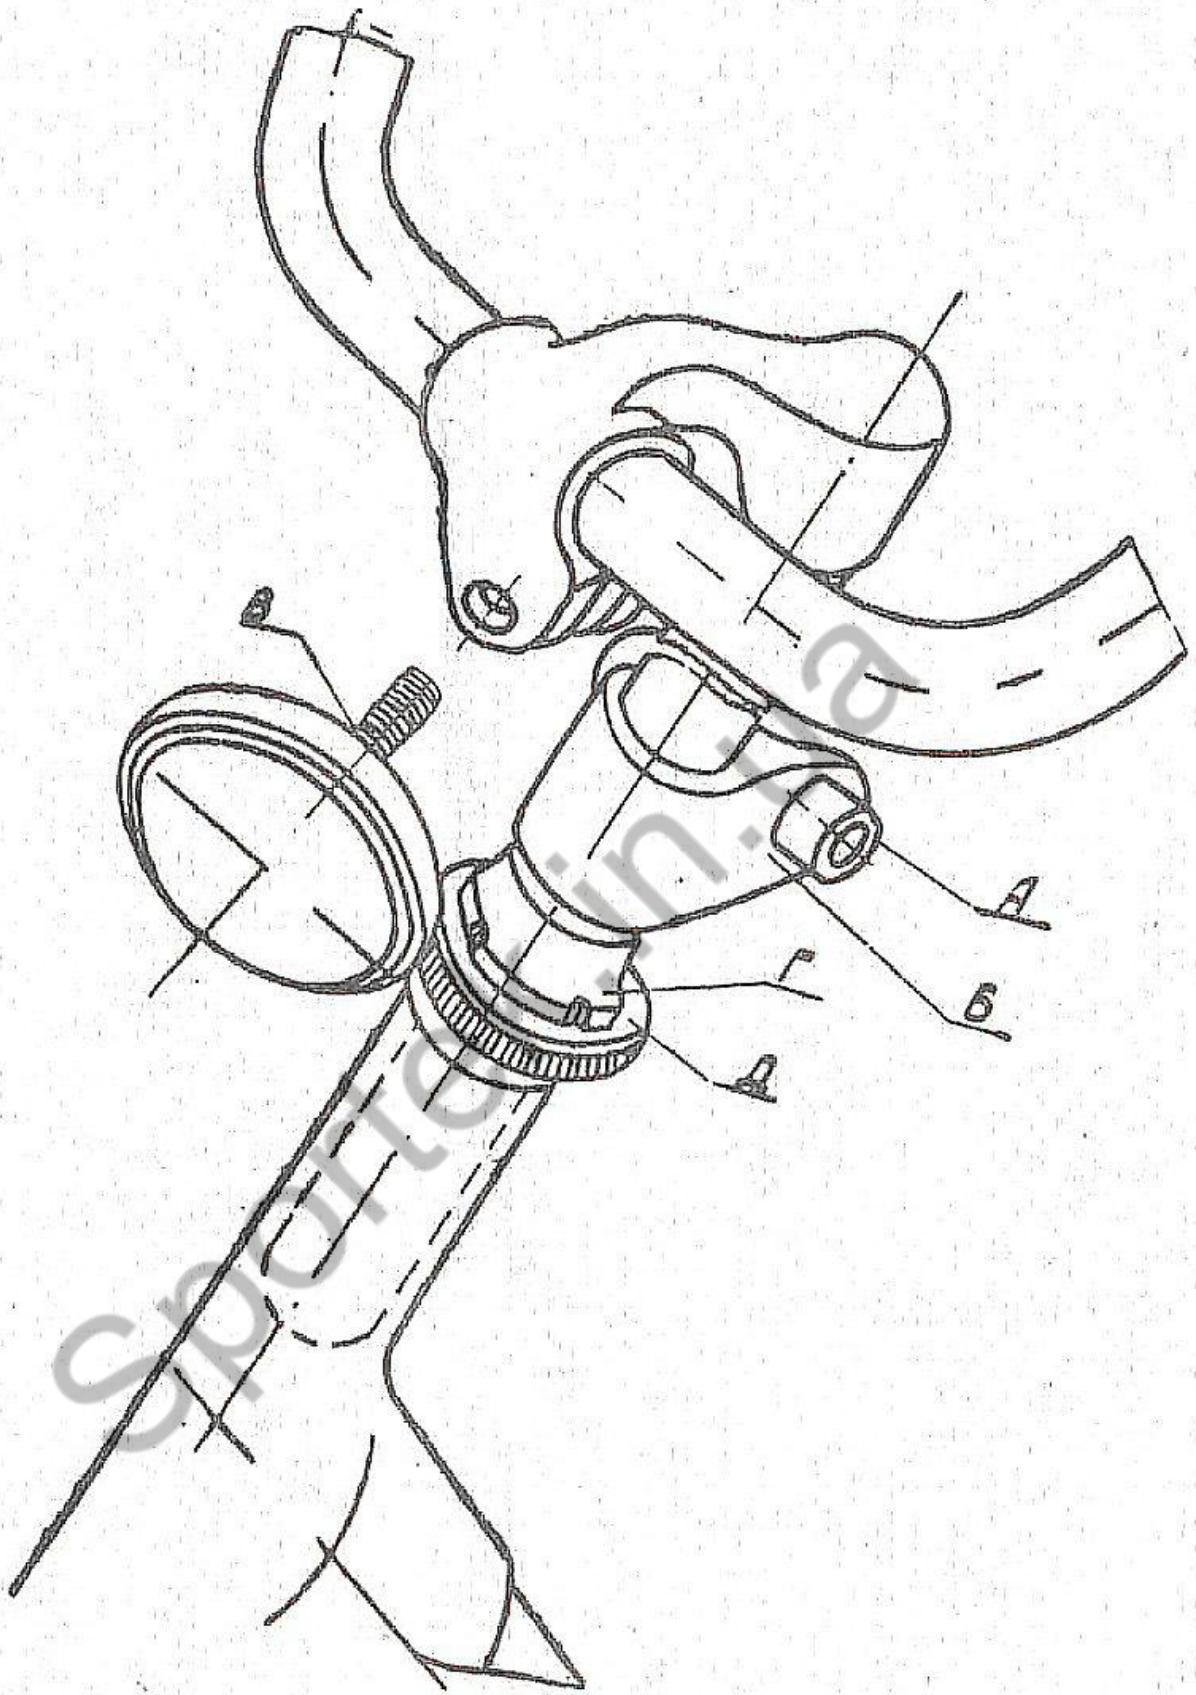

Рис. 5
4.4. Для установки руля на требуемую высоту (рис. 5) необходимо ослабить на  $3\frac{1}{2}$  оборота винт «А», ослабить хомутик «Б» на стержне вилки. Установить руль на требуемую высоту, затянуть хомутик «Б» и винт «А».
Для установки ручек руля в удобное положение необходимо отвернуть ключом зажим «В» (рис. 5) с вмонтированным в него передним световозвращателем, установить требуемый наклон ручек руля и закрепить зажим «В».
5.1. Рулевая колонка (рис. 5).
Световозвращатель передний устанавливается так, как это показано на рис. 5.